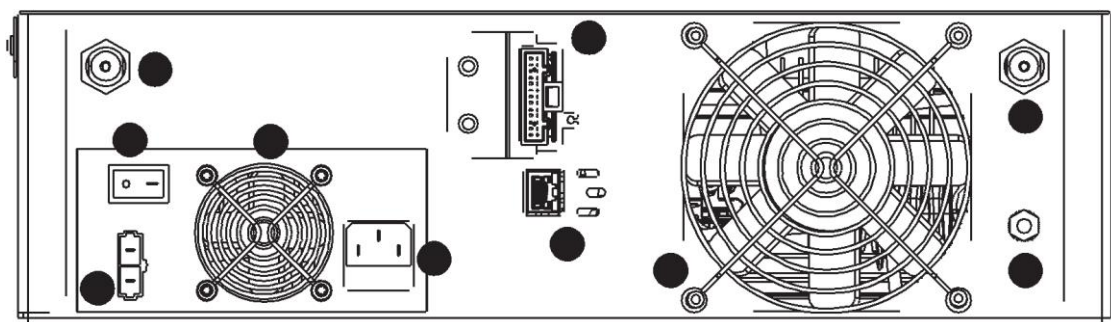

Рисунок 2 - Задняя панель изделия
Каждое изделие поставляется с 3-проводниковым сетевым шнуром для соединения изделия с источником питания переменного тока. На рис. 2 показано место, где шнур питания соединяется с изделием. Соедините шнур питания с изделием и убедитесь, что выключатель розетки питания переменного тока находится в выключенном положении.
3.3.1.2 Изделие имеет винт заземления, расположенный сзади (рис.2).